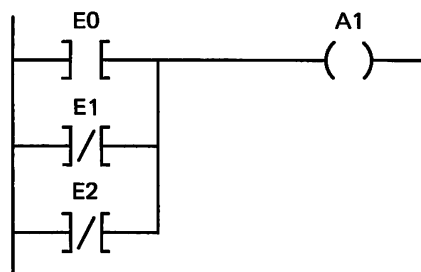

Bild E 9.1
Bild E 9.1 zeigt den Kontaktplan einer ODER-Verknüpfung. Entwickeln Sie danach:
- Vergleichen Sie die Bildschirmausgabe im Menü 3 mit dem vorgegebenen Kontaktplan (Bild E 9.1).